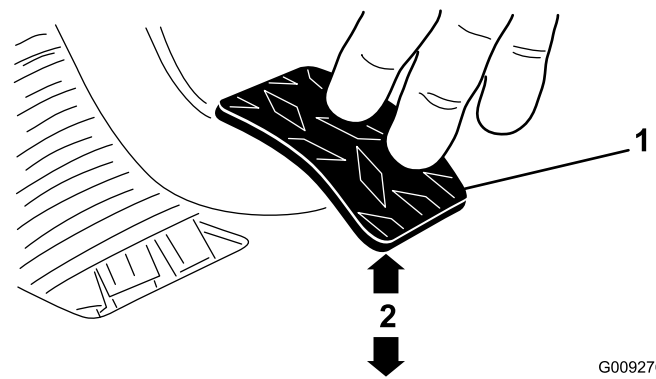

Figura 64
3. Reglați contrapiuliile sau articulația sferică până când marginea din spate a pedalei de ambreiaj se află la 9,2 - 9,8 cm de partea superioară a plăcii de podea cu model diamant, atunci când aplicați pe pedală o forță de 1,8 kgf. (Figura 64).